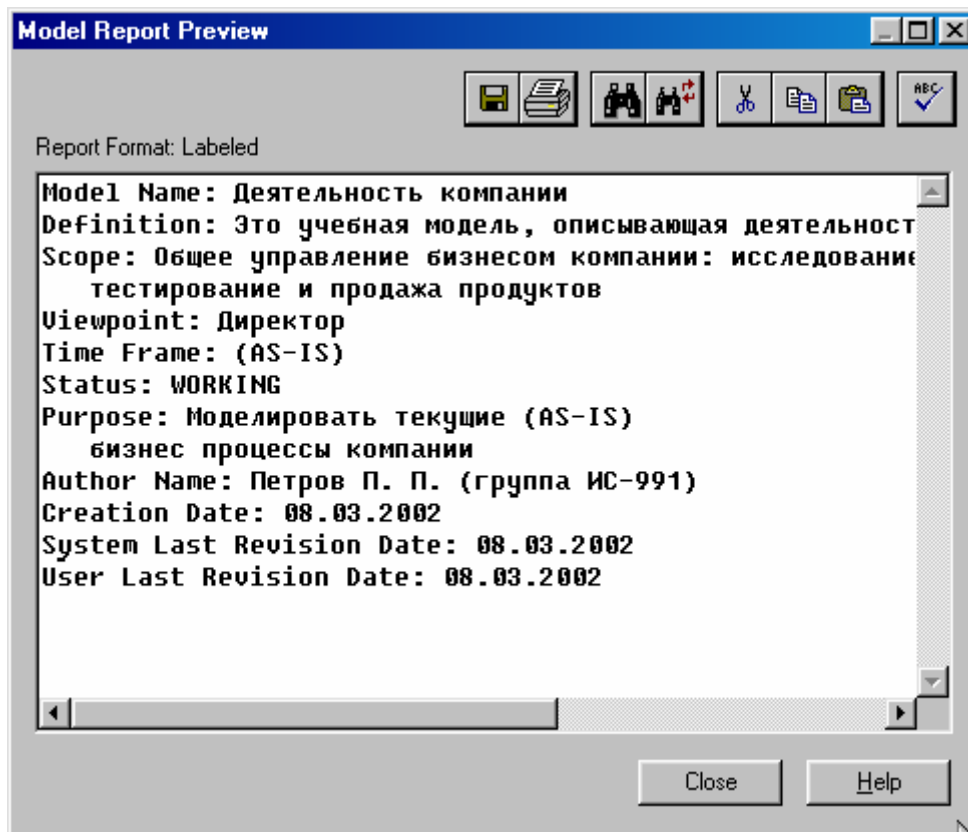

Рисунок 2.14 – Предварительный просмотр отчета *Model Report*
- Нажмите кнопку **Preview** (*Предварительный просмотр*) (рисунок 2.14).